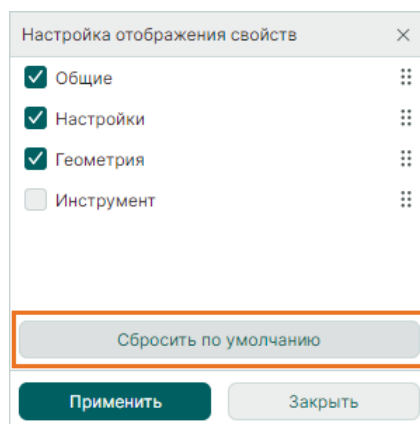

Рис. 35 Сброс настроек для объектов выбранного типа
- для объектов выбранного типа в окне «Настройка отображения свойств» с помощью кнопки «Сбросить по умолчанию», см. Рис. 35.